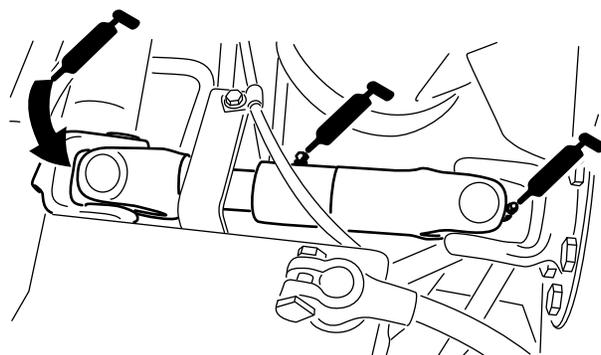

Figure 53
- Joint de cardan d'arbre d'entraînement de pompe (3) (Figure 53)